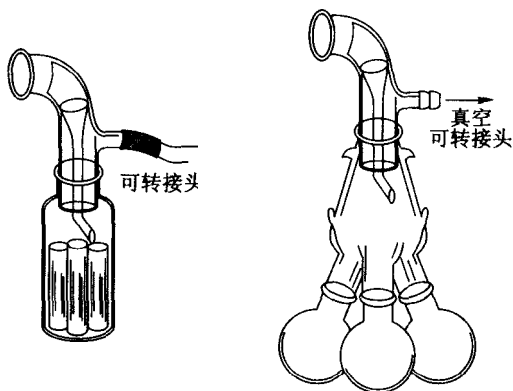

图 7 多头接液管
接收部分 (B) 可使用圆底烧瓶或梨形烧瓶。蒸馏时如果要分段接收馏分而又不想中断蒸馏, 则可使用多头接液管。转动多头接液管, 即可使不同的馏分流入指定的接收器中 (如图 7 所示)。